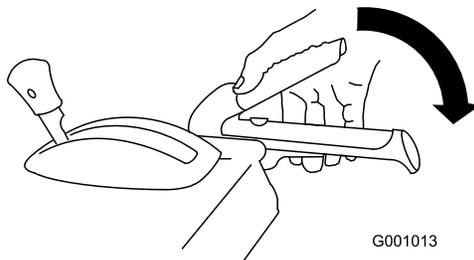

Bild 36
1. Drücken Sie zum Einkuppeln des Räumwerk-/Gebläseradtriebs den rechten Hebel (Räumwerk/Gebläserad) zum Handgriff (Bild 36).